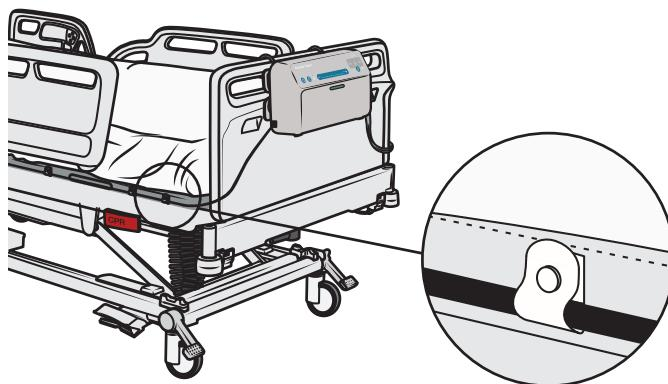

Figura 33
5. Coloque el cable de alimentación en los bucles para cables situados en el lado izquierdo de la funda inferior del colchón. Fije el cable con los seis bucles mediante los clips de bloqueo. Consulte la Figura 33